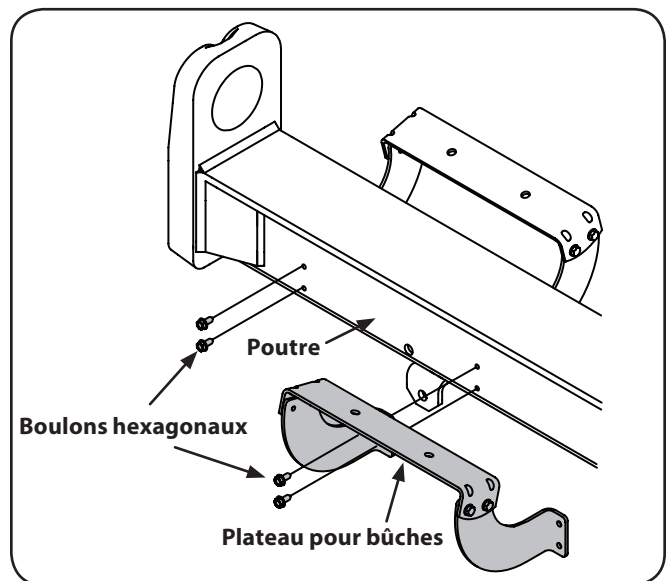

Figure 3-5
- Enlevez le plateau pour bûches de la poutre du côté de la soupape de commande. Pour ce faire, retirez les deux boulons hexagonaux qui fixent le plateau pour bûches aux supports soudés de la poutre et les deux boulons hexagonaux sur la poutre. Voir Figure 3-5.